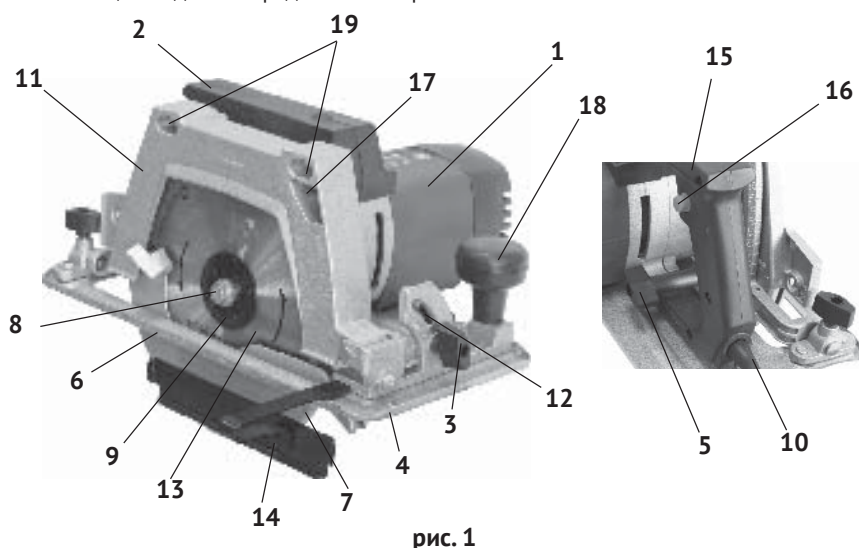

рис. 1
1.6 Общий вид пилы представлен на рис.1
1.7 Пила состоит из коллекторного двигателя в пластиковом корпусе (рис.1 поз.1) и металлического редуктора. Верхний неподвижный кожух (рис.1 поз.11) является одновременно крышкой корпуса редуктора. Крутящий момент с якоря электродвигателя, через шестерню, передаётся на шпиндель, соосный с электродвигателем. На шпиндель пилы, между опорным и зажимным (рис.1 поз.9) фланцами крепится пильный диск (рис.1 поз.13). Это основной рабочий инструмент пилы.
1.8 Клавиша выключателя (рис.1 поз.15) расположена в рукоятке (рис.1 поз.2). Включение пилы осуществляется нажатием на клавишу выключателя указательным пальцем. Слева на рукоятке находится кнопка фиксации (рис.1 поз.16) клавиши выключателя в рабочем положении.
- нажав клавишу, зафиксировать её нажатием кнопки фиксации (рис.1 поз.16) в рабочем положении/повторное нажатие на клавишу отключает пилу при этом кнопка фиксации (со щелчком) возвращается в исходное положение.
На верхнем защитном кожухе (рис.1 поз.11) стрелкой указано направление вращения диска.
- надёжность крепления деталей корпуса двигателя, направляющей плиты (рис.1 поз.4) и отсутствие их повреждений, затяжку всех резьбовых соединений, исправность редуктора (вращение шпинделя от руки без заеданий);
- работу подвижного защитного кожуха (рис.1 поз.7);
2.2.1 Закрепить на шпиндель пильный диск (рис.1 поз.13), соответствующий обрабатываемому материалу. Для установки (замены) диска необходимо:
- открутить накидным ключом (входит в комплект поставки) винт крепления диска (рис.1 поз.8), снять зажимной фланец (рис.1 поз.6);
- переместить вверх за рычаг нижний подвижный кожух (рис.1 поз.7), снять пильный диск (при замене);